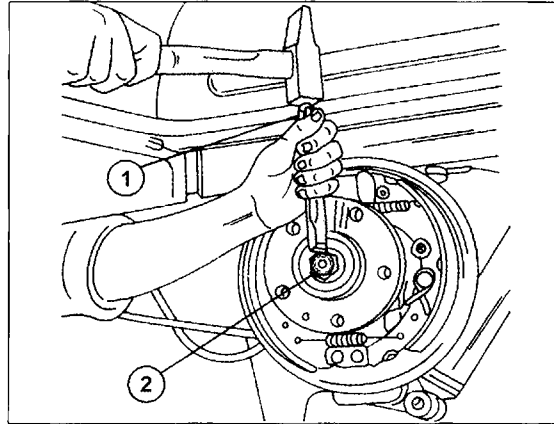

Bild 255
• Den Bund der Mutter in dieser Stellung an gegenüberliegenden Stellen mit einem stumpfen Dorn in den Achsstumpf verstemmen. Dabei den Dorn in der in Bild 255 gezeigten Weise ansetzen. Beim Einschlagen der Verstemmung genau senkrecht schlagen, da sich anderenfalls die Mutter nach links oder rechts verstellen kann und das Radlagerspiel wieder verstellt.